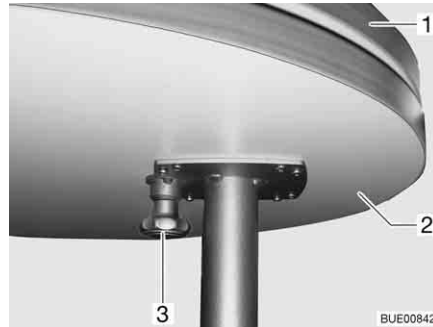

Bild 95 Fester Tisch
- Knopf (Bild 95,3) der Verriegelung nach unten ziehen und die Tischplattenverlängerung (Bild 95,2) herausschwenken.
- Tischplattenverlängerung (Bild 95,2) unter die Tischplatte (Bild 95,1) schwenken, bis die Verriegelung hörbar einrastet.